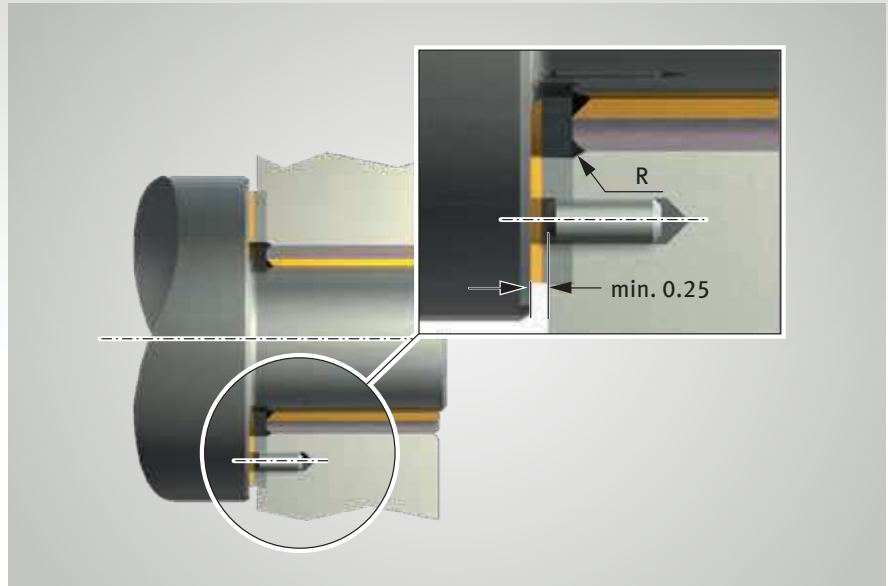

Fig. 3 : fixation d'une rondelle de guidage PAW dans un évidement du corps
- La concentricité est assurée par des évidements dans le corps (Fig. 3)
- Une goupille de serrage ou vis à tête fraisée empêche la rondelle de tourner (Fig. 3 et 4)
- La tête de vis ou la goupille de serrage doit être reculée de min. 0,25 mm par rapport à la surface de glissement (Fig. 3 et 4)